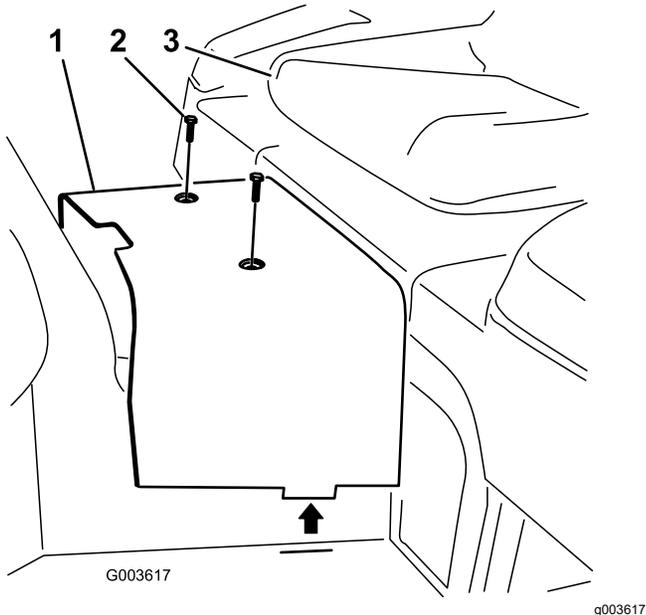

図 7
7. センターシュラウドをフレームに固定しているネジ 2本を外す 図 7。シュラウドを外して保管する。